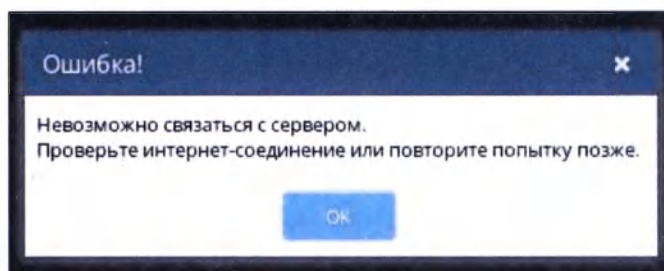

Рисунок 59. Сигнализация о нарушении интернет-соединения
- Комплекс сигнализирует о прекращении работы при нарушении интернет-соединения (Рисунок 59)